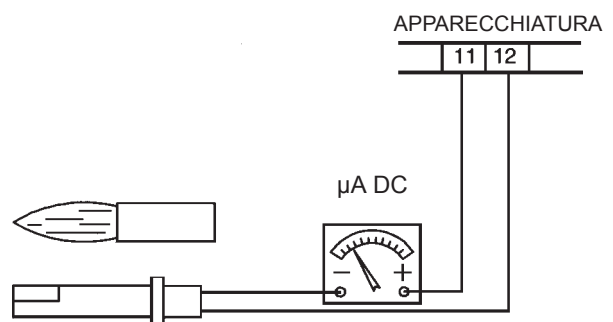

Fig. 10
- esame e pulizia accurata della fotoresistenza rivelazione fiamma, se necessario sostituzione. In caso di dubbio verificare il circuito di rivelazione, dopo aver rimesso in funzione il bruciatore, seguendo lo schema in fig. 10.